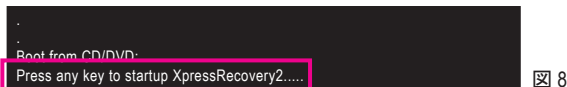

図 8
1. マザーボードドライバディスクから起動して、初めて Xpress Recovery2 にアクセスします。Press any key to startup Xpress Recovery2 (図 8)というメッセージが表示されたら、どれかのキーを押して Xpress Recovery2 に入ります。